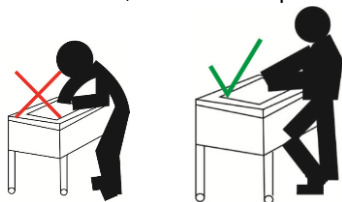

Fig.10
- Non mettersi mai in una posizione tale da esporre il viso a ustioni causate dai vapori di acqua calda provenienti dal serbatoio. Durante il posizionamento e la rimozione dei contenitori dal serbatoio, adottare una postura corretta (Fig. 10).